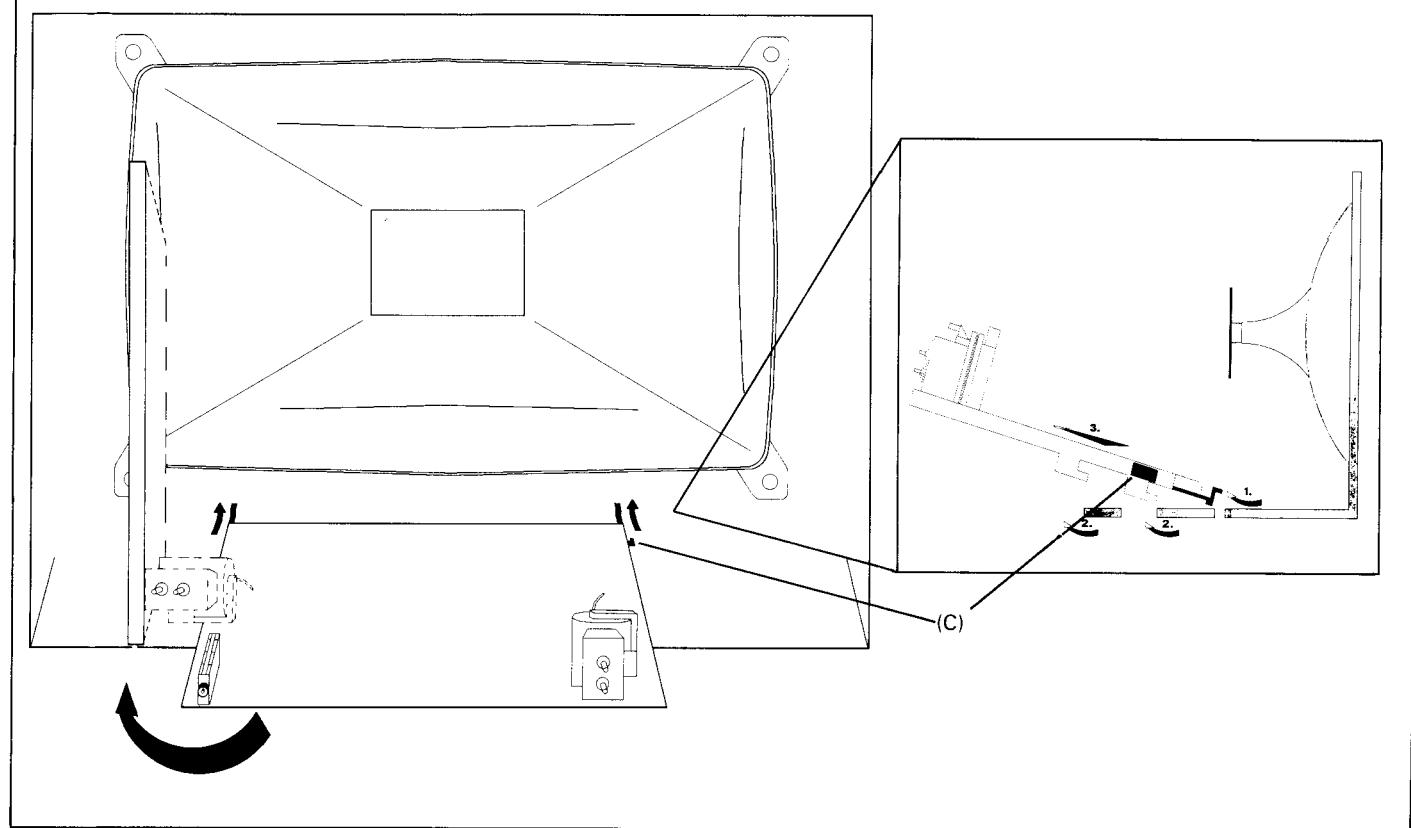

Fig. 4 Abb. 4
1. Locate tabs at far end of chassis, as indicated in Fig. 4, hold and lift tabs then pull out slightly.
1. Die beiden Halteklemmen am Chassisende unterhalb der Bildröhre anheben und Chassis nach hinten ziehen. (Abb. 4).